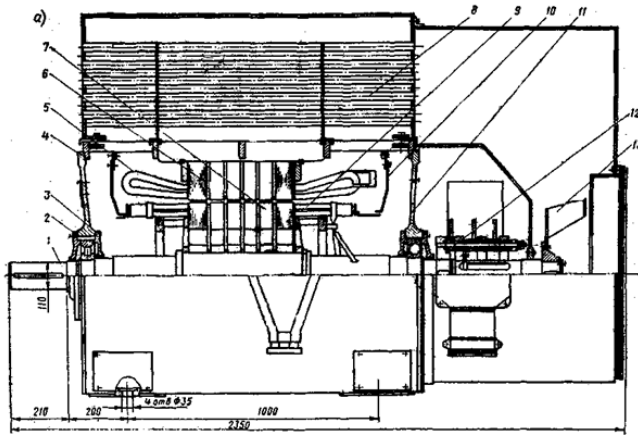

Рис. 3. Общий вид асинхронного двигателя с высотой оси вращения $h = 450$ мм.
4. Назовите элемент 5, изображённый на рис. 3.